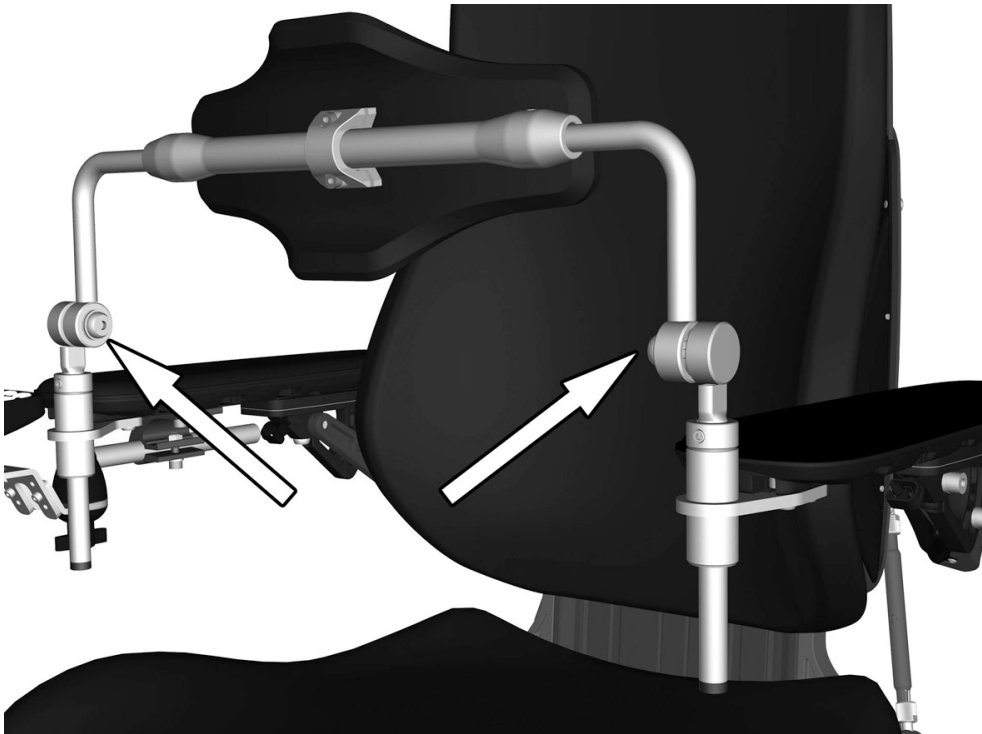

Abbildung 207. Die Tiefe der Bruststütze wird mit zwei Schrauben fixiert.
1. Lösen Sie die beiden Schrauben an der Bruststütze. Siehe Abbildung. 207.
3. In gewünschter Lage durch Anziehen der beiden Schrauben fixieren. Siehe Abbildung. 207.